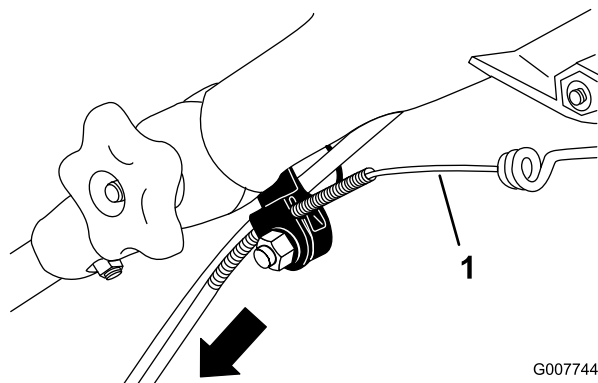

Figure 44
3. Tirez la gaine du câble vers le bas jusqu'à ce qu'il n'y ait plus de mou dans le câble exposé (Figure 44).